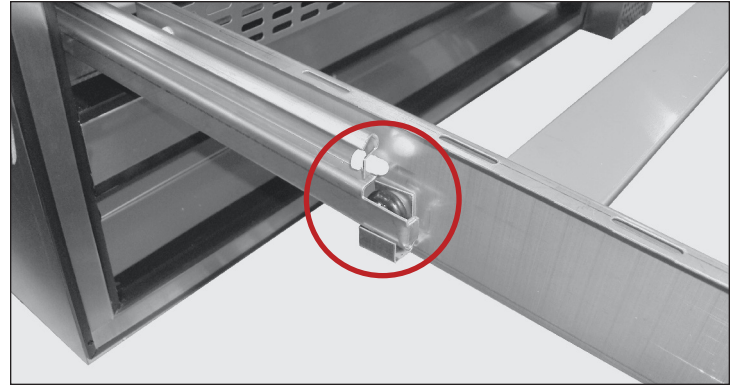

Fig. 1. Ubicación de las abrazaderas para rodillos.
3. Gire las abrazaderas para rodillos a la posición hacia abajo. Consulte las figs. 1 y 2.